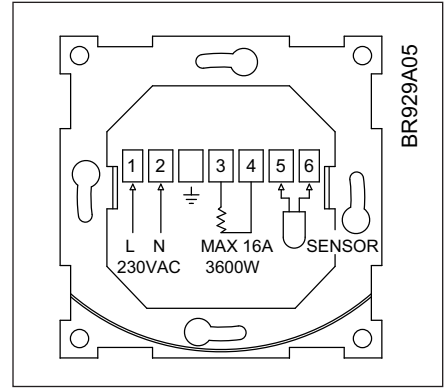

Fig. 3
**Gulvføler:** Anbringes i henhold til EN 61386-1 i et godkendt ikke-ledende installationsrør, som er indstøbt i gulvet (fig. 3). Røret er lukket i enden og anbringes så højt oppe i betonlaget som muligt. Installationsrøret skal placeres midt mellem værmekablerne. Følerkabler kan forlænges op til 100 m ved hjælp af et separat kabel. Hvis forlængerkablet er lettere end H05W-F, skal det ligeledes installeres i et ubrudt installationsrør mellem følerkabel og termostat. De to resterende ledere i et flerlederkabel, som f.eks. leverer strøm til gulvvarmekablerne, må ikke anvendes. Sådanne forsyningsledningers indkoblings-spids kan skabe forstyrrende signaler, der forhindrer optimal styringsfunktion. Hvis der anvendes skærmkabel, må afskærmningen ikke jordes, men skal tilsluttes til klemme 6. Tolederkablet skal placeres i et separat rør.